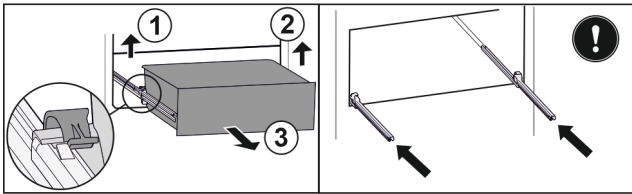

Fig. 166
- ▶ Linke Klemme anheben und gleichzeitig Schubfach links nach vorne ziehen. Fig. 166 (1)
- ▶ Rechte Klemme anheben und gleichzeitig Schubfach rechts nach vorne ziehen. Fig. 166 (2)
- ▶ Schubfach nach vorne entnehmen. Fig. 166 (3)